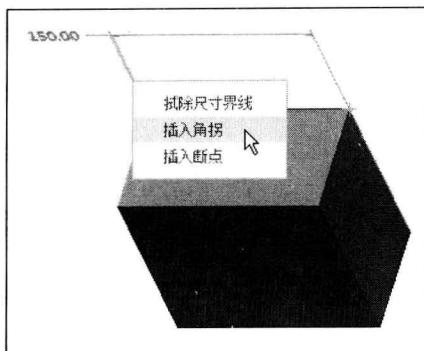

图 1-8
Step 05 在尺寸界线上按住鼠标右键，在弹出的快捷菜单中选择“插入角拐”命令，如图 1-8 所示。